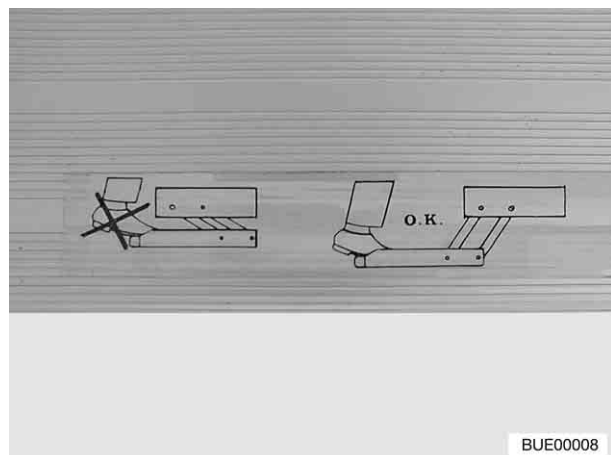

Fig. 6 Marchepied
- ▶ Respecter les directives de sécurité indiquées sur le marchepied (Fig. 6).